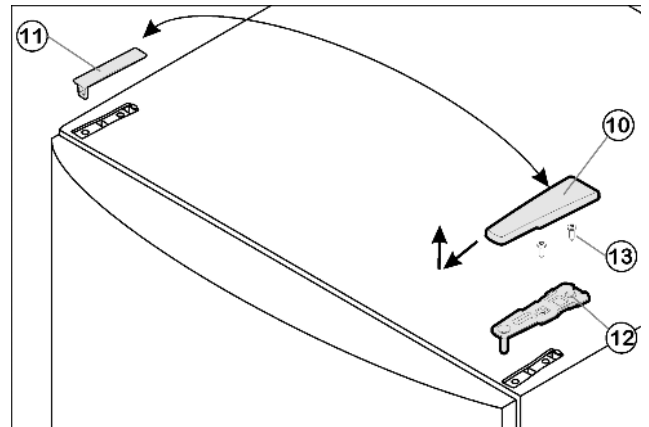

Fig. 5
- ▶ Pokrov Fig. 5 (10) snemite s potegom naprej in navzgor.
- ▶ Dvignite pokrov Fig. 5 (11).
- ▶ Odvijte zgornji ležajni podstavek Fig. 5 (12) (2 krat Torx® 25) Fig. 5 (13) in ga s potegom navzgor snemite.
- ▶ Zgornji ležajni podstavek Fig. 5 (12) vstavite na vrata na novi strani s tečaji.
- ▶ Zgornji ležajni podstavek Fig. 5 (12) **trdno privijte (s 4 Nm)** (2 krat Torx 25) Fig. 5 (13). Z iglo pripravite izvrtine za vijake ali uporabite akumulatorski izvijač.
- ▶ Pokrov Fig. 5 (10) in pokrov Fig. 5 (11) pripnite na drugo stran.